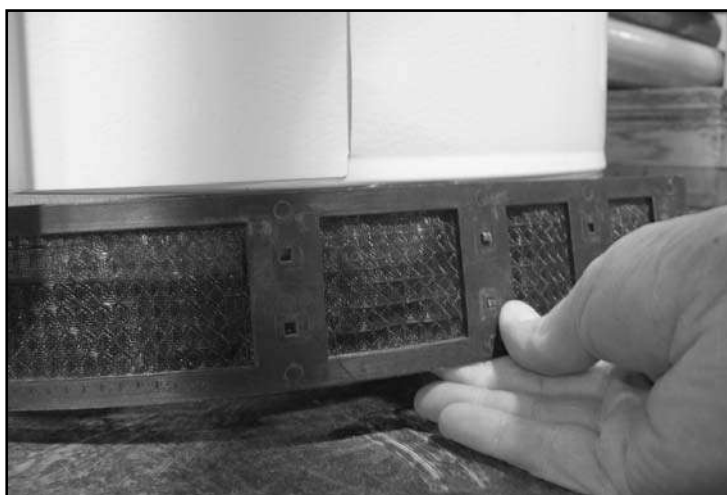

Figure 15 Pose du filtre, étape 2b
2. Enroulez la longue bande de filtre autour de la base du chauffe-eau et joignez ses extrémités au point de raccordement qui assurera son bon ajustement autour du chauffe-eau. Insérez d'abord la tige du haut (voir Figure 14). Maintenez ce joint en place en le pressant contre le chauffe-eau. Faites légèrement glisser la bande vers le haut, ce qui vous permettra d'insérer la seconde tige dans le second orifice. Poussez pour insérer (voir Figure 15).